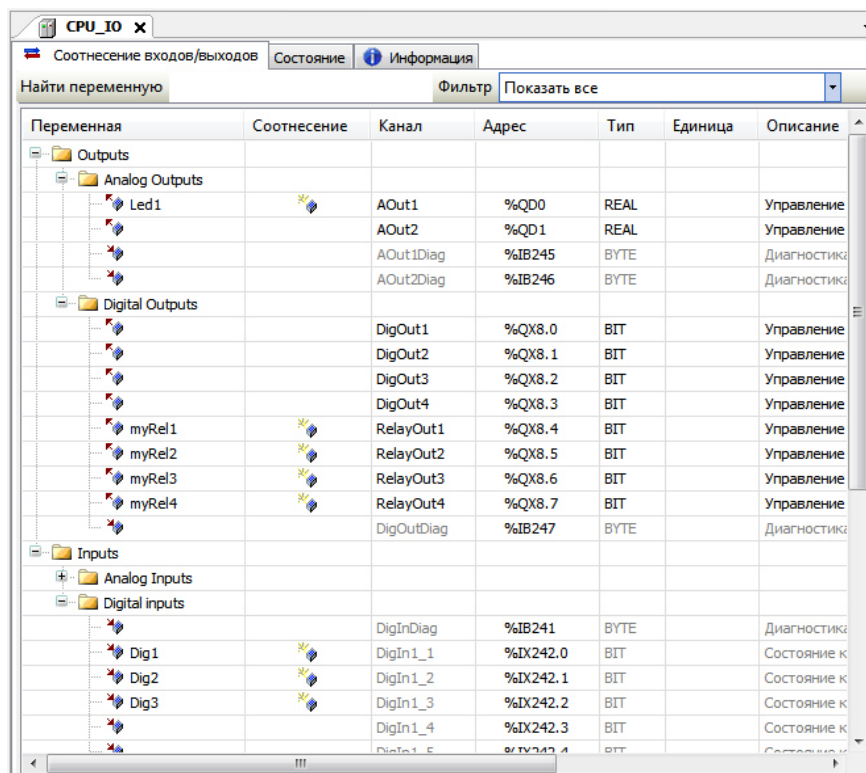

Рисунок 3.10 – CoDeSys. Закладка *Соотнесение входов/выходов*
5. В столбце *Переменная* (нажав на ячейке двойным щелчком левой кнопки «мышь») ввести имя переменной в соответствии с описанием (рисунок 3.10):